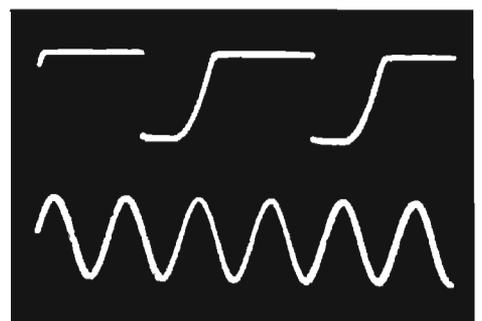

Fig. 7. - Le déclenchement séparé, sur chacun des canaux, permet de stabiliser deux traces pour des signaux dont les fréquences sont dans un rapport quelconque.
Le choix de la source de déclenchement est déterminé par la position du commutateur (4). Sur les deux premières positions, le canal I, ou le canal II, est appliqué au trigger d'entrée du conformateur de la base de temps. La troisième position se révèle très intéressante, en ce qu'elle permet la stabilisation de deux signaux n'ayant entre eux aucune relation particulière de fréquence, ainsi que le montre l'oscillogramme de la figure 7; en effet, pour chaque balayage, le déclenchement se trouve alors commandé par le signal